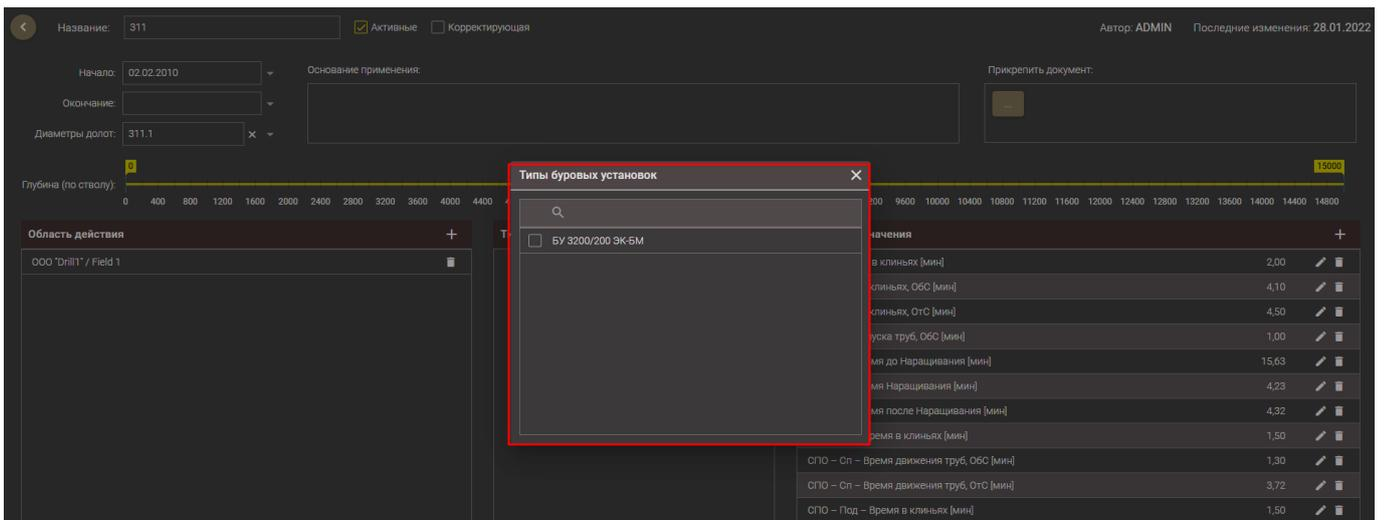

Рис. 2.13
- В таблицу *Типы буровых установок* добавляются объекты, к которым будет применена карта. По нажатию на кнопку  открывается окно БУРОВЫЕ УСТАНОВКИ (рис. 2.13), в котором выбирается буровая установка (возможен множественный выбор) и нажимается кнопка . Для удаления объекта в таблице необходимо нажать кнопку  напротив него.